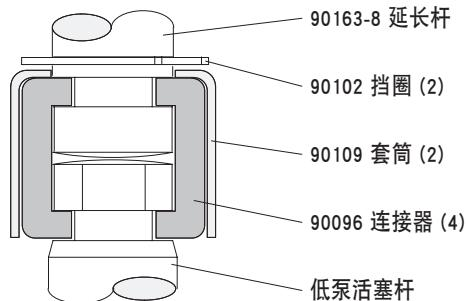

图 2
- 使用 e 环钳, 滑动挡圈起来足够远允许的袖子向上移动, 并释放两个连接器 (见图 2)。放下空气马达。